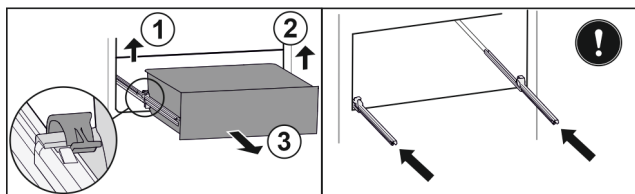

Fig. 119
- Dvignite levo spojko in hkrati povlecite predal levo naprej. Fig. 119 (1)
- Dvignite desno spojko in hkrati povlecite predal desno naprej. Fig. 119 (2)
- Predal vzemite ven v smeri naprej. Fig. 119 (3)